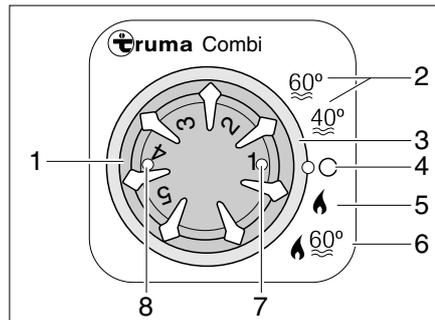

Bild 113 Bedieneinheit für Heizung/Boiler
Betriebsart wählen: ■ Betriebsart mit dem Drehschalter (Bild 113,3) einstellen.
Winterbetrieb Die Heizung wählt nach eingestellter Heizstufe selbstständig die benötigte Brennerstufe. Bei Betriebsart "Heizung und Boiler" (Bild 113,6) wird auch das Wasser im Boiler erhitzt. Die Heizung kann in der Betriebsart "Heizung ohne Boiler" (Bild 113,5) mit leerem Boiler betrieben werden.
- Temperaturrehknopf (Bild 113,1) an der Bedieneinheit auf gewünschte Heizstufe stellen.
- Drehschalter (Bild 113,3) auf Winterbetrieb "Heizung ohne Boiler" (Bild 113,5) oder auf Winterbetrieb "Heizung und Boiler" (Bild 113,6) stellen.
Grüne Kontroll-Leuchte (Bild 113,7) leuchtet.
- Drehschalter (Bild 113,3) auf "O" (Bild 113,4) stellen.
Die Kombination Gasbetrieb und 230-V-Elektrobetrieb verkürzt die Aufheizzeit (nur möglich, wenn die Heizung an der Bedieneinheit (Bild 113) auf Winterbetrieb gestellt ist).